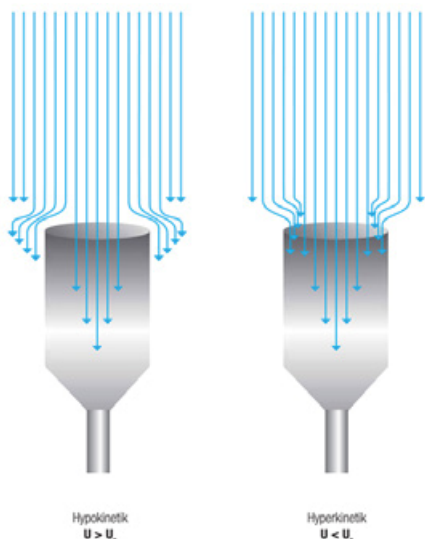

Abbildung 3: Hyper- oder Hypokinetik an Probenahmesonden (Quelle: Testo industrial services).
Die Sondenabmessung sollte so gewählt werden, dass sich am Eingang der Probenahmesonde eine Isokinetik einstellt. Die Geschwindigkeit, mit der Luft am Sondenangabe durch den Partikelzähler angesaugt wird (U_S), sollte also gleich der Geschwindigkeit sein, mit der die Luft aus dem Filter austritt (U). Bei Geschwindigkeitsunterschieden spricht man von einer Hyper- oder Hypokinetik (Abb. 3).